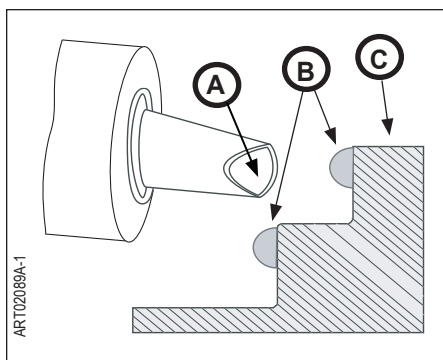
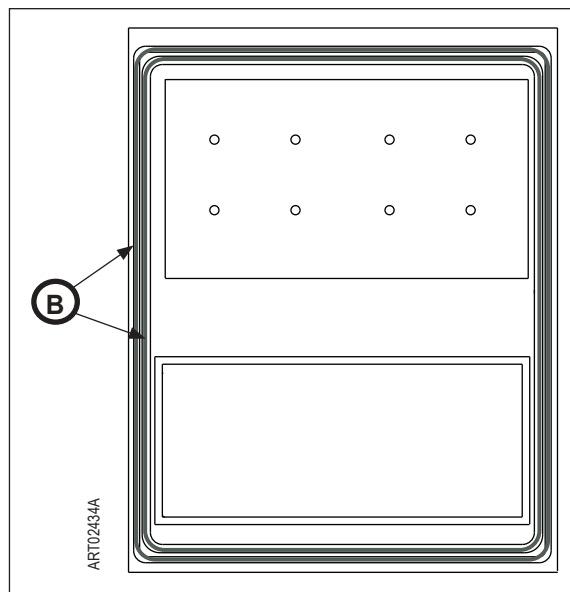

Fig. 11a - Application du mastic sur le meuble du réfrigérateur
Fig. 11b - Application du mastic sur le meuble du réfrigérateur
1. Pour appliquer un boudin de mastic de la bonne taille et obtenir un joint étanche, ouvrez le tube de mastic en coupant l'embout à un angle de 45 degrés à 20 mm du tube (Fig. 11a, A).
2. Appliquez le boudin de mastic dans le sens horizontal sur une largeur de 13 mm et de 10 mm d'épaisseur autour de l'ouverture à deux (2) endroits (Fig. 11a, B) et (Fig. 11b, B).